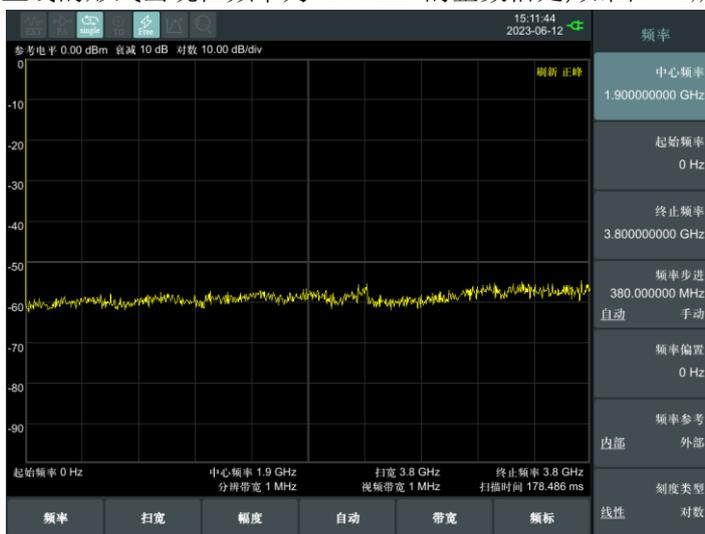

图 3- 1 全扫宽
1) 首先设置频谱仪到默认的初始状态，按频谱仪的【Preset】键。频谱仪显示了从 9kHz 到最大扫频宽度的频谱，在 100MHz 的地方，信号源产生的信号以一条垂直的直线出现，同时产生的谐波信号也以垂直线的形式出现在频率为 100MHz 的整数倍处，如图 3- 1 所示。